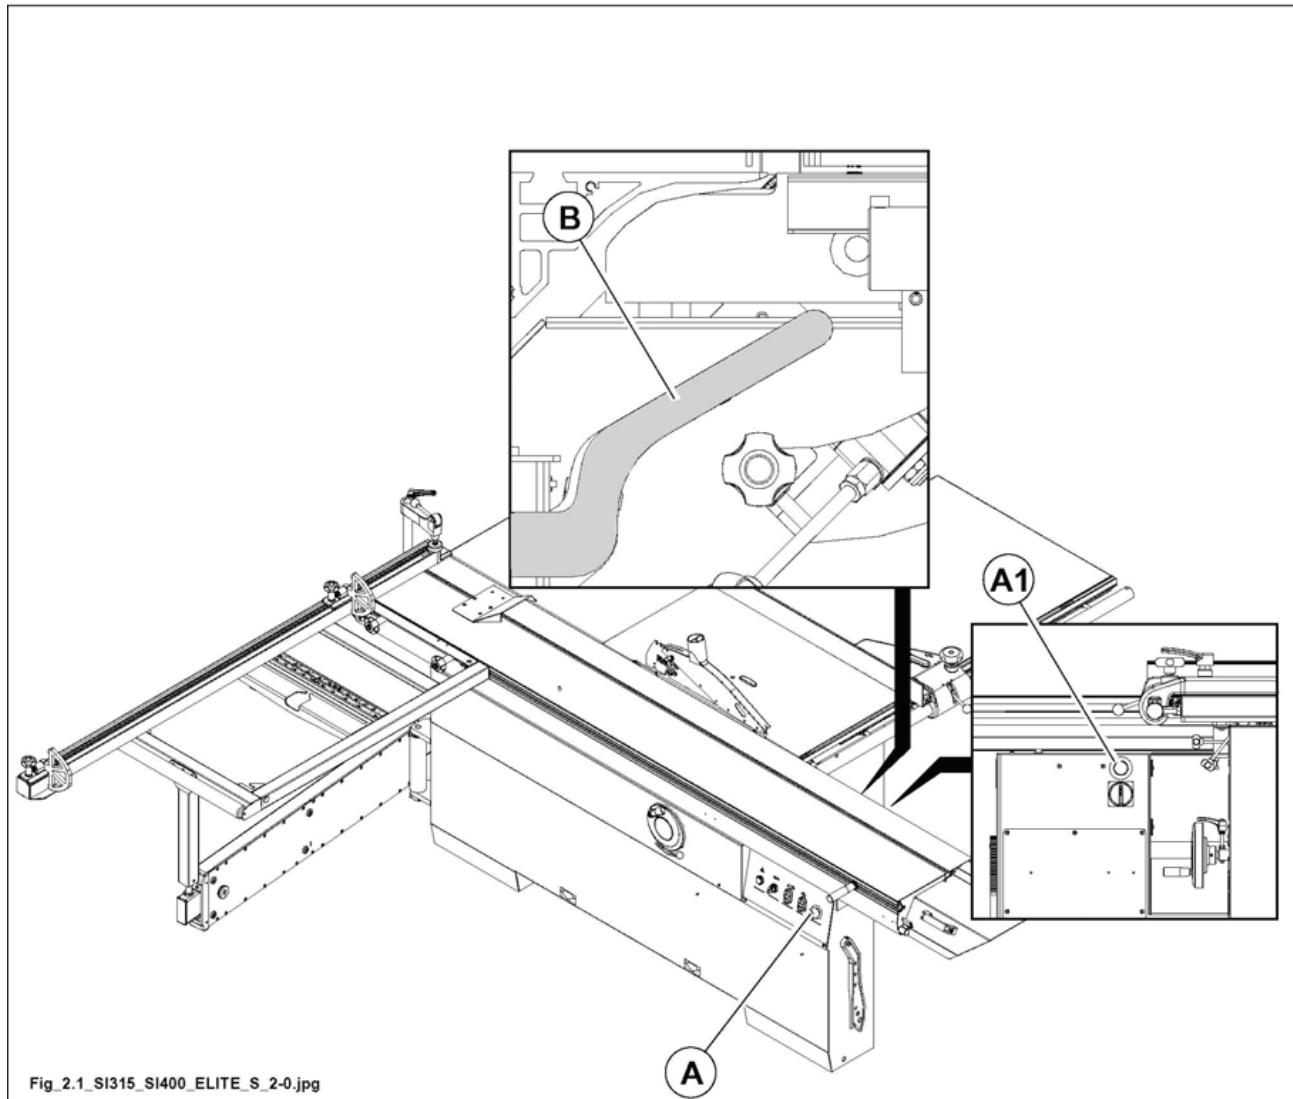

Рис. 2.1
| 2.1 | Размещение и описание аварийных устройств (Рис. 2.1)..... | 2 |
2.1 РАЗМЕЩЕНИЕ И ОПИСАНИЕ АВАРИЙНЫХ УСТРОЙСТВ (РИС. 2.1)
на панели управления (A рис. 2.1).
Сторона параллельной направляющей(A1 рис. 2.1).